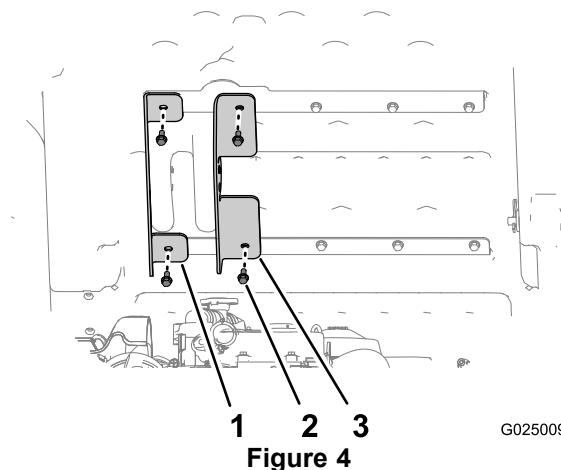

Figure 4
3. Alignez le support de relevage extérieur gauche (le support à brides courtes) sur les trous extérieurs des renforts supérieur et inférieur du plateau (Figure 4).
4. Fixez le support de relevage extérieur au plateau au moyen des 2 boulons que vous avez retirés à l'opération 1, et serrez les boulons à la main (Figure 4).
5. Alignez le support de relevage intérieur (le support à brides longues) sur les trous intérieurs des renforts supérieur et inférieur du plateau (Figure 4).
6. Fixez le support de relevage intérieur au plateau au moyen des 2 boulons que vous avez retirés à l'opération 2, et serrez les boulons à la main (Figure 4).
9. Serrez les 4 boulons (5/16 x 3/4 po) qui fixent les supports de relevage intérieur et extérieur au plateau (Figure 4) à un couple de 15 à 16,6 Nm.